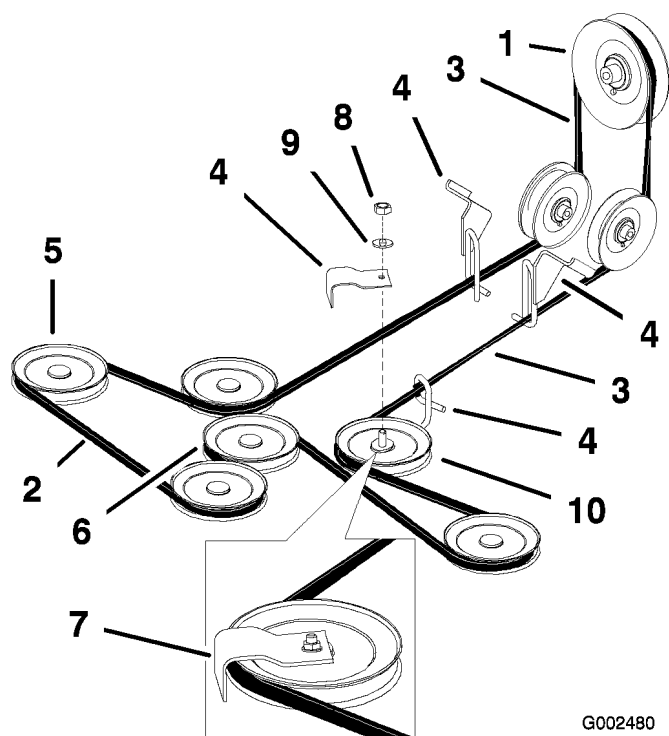

Figura 53
4. Allentate il dado di fissaggio della piastra intermedia e spostate la piastra per scaricare la tensione della cinghia sulla puleggia tendicinghia (Figura 53).
6. Togliete la cinghia del tosaerba dai guidacinghia, e rimuovete la cinghia (Figura 53).
7. Montate la nuova cinghia attorno alle pulegge del mandrino, alla puleggia tendicinghia, nei guidacinghia, nel gruppo braccio di rinvio posteriore e nella frizione (Figura 53).
Nota: Controllate l'entità della torsione della cinghia tra le pulegge. Accertatevi che sia esattamente come specificato nella Figura 53.
Importante: Controllate l'entità della torsione della cinghia tra le pulegge. Accertatevi che sia esattamente come specificato nella Figura 53.